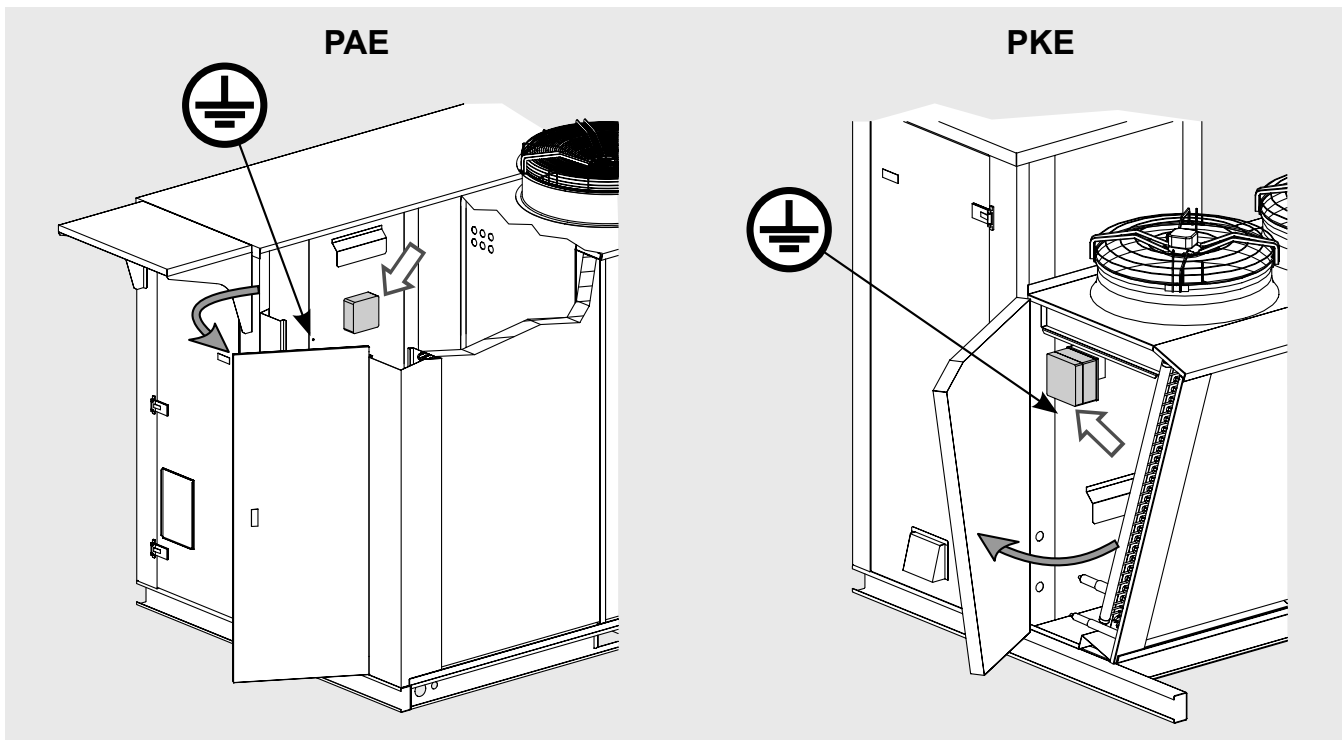

Abbildung 17
- 8.9 Um das Risiko eines indirekten Kontakts zu minimieren, kann das elektrische System über den entsprechenden Stift geerdet werden (siehe "Abbildung 17").